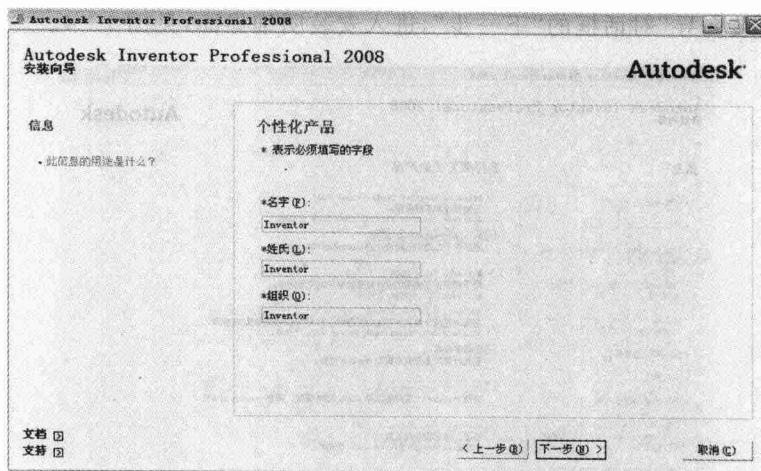

图 1-6 个人信息设置
⑥ 输入个人信息因以个性化安装，单击“下一步”弹出安装明细确认界面，确认无误，开始安装，见图 1-6。
⑦ 安装完成后，重新启动系统即可。